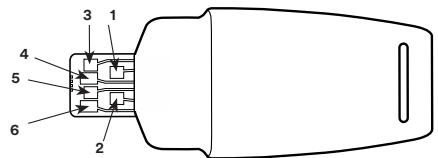

Abbildung 6-2: Kalibrierprüfstick
- Die Kontakte des digitalen Multimeters an die Elektroden eins und drei halten (siehe Abbildung 6-2).